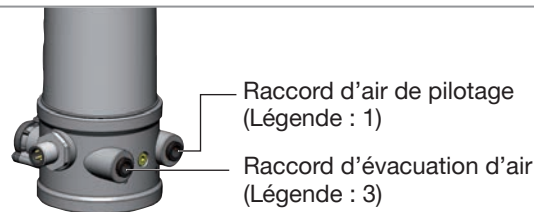

Fig. 8 : Raccordement pneumatique
- Raccorder le fluide de commande au raccord d'air de pilotage (1) (3 ... 7 bars ; air d'instrument, exempt d'huile, d'eau et de poussières).
- Monter la conduite d'évacuation d'air ou un silencieux sur le raccord d'évacuation d'air (3) (voir « Fig. 8 : Raccordement pneumatique »).